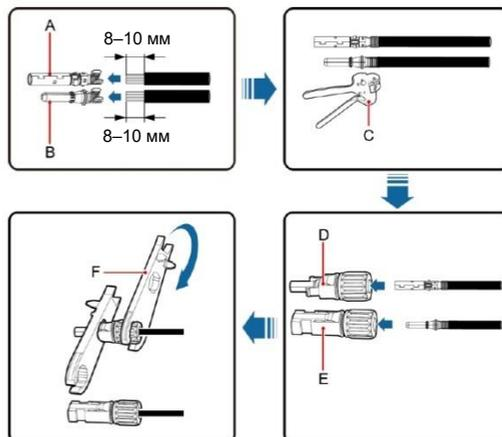

Рис. 5.3 Соединение разъема постоянного тока MC4 и фотовольтаического кабеля
(2) После подключения разъема постоянного тока используйте мультиметр для измерения напряжения на входном кабеле постоянного тока, проверьте полярность входного кабеля постоянного тока и убедитесь, что напряжение на каждом кабеле находится в допустимом диапазоне инвертора, как показано на рис. 5.3.